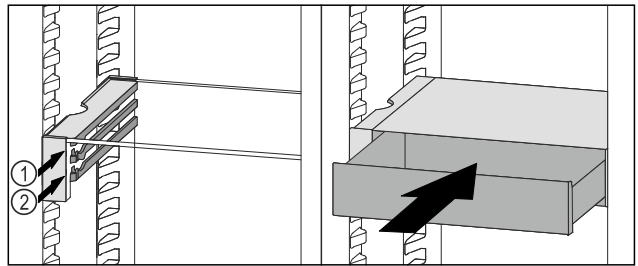

Fig. 207
- ▶ VarioSafe-Schubfach hinter den Stoppere auf gewünschter Rippe Fig. 207 (1) oder Fig. 207 (2) aufsetzen.